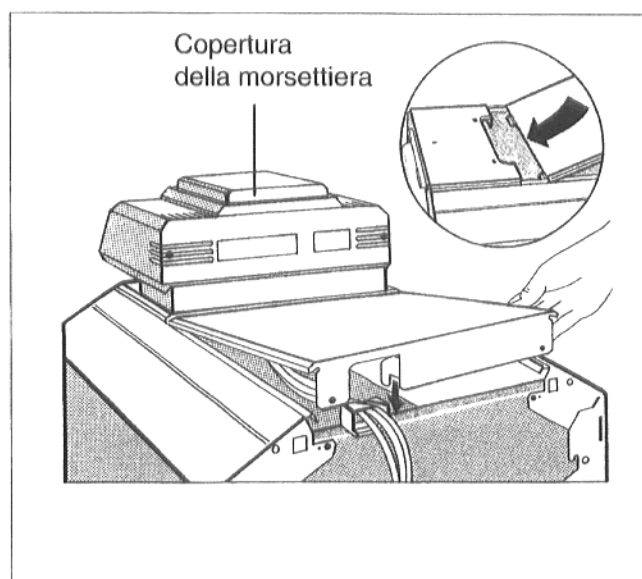

Fig. 21
- Riavvitare la copertura della morsettiere all'apparecchio di regolazione (Fig. 21).
- Inserire le linguette del coperchio posteriore sotto il coperchio anteriore della caldaia e incastrare il retro (Fig. 21).